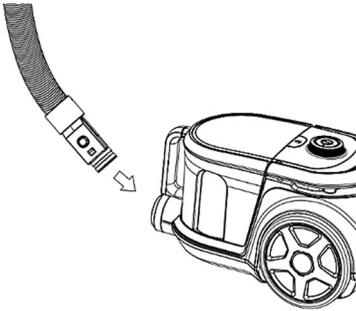

Abb. 1
1. **Abb.1:** Die Verbindung zwischen dem Schlauch und dem Staubsauger: